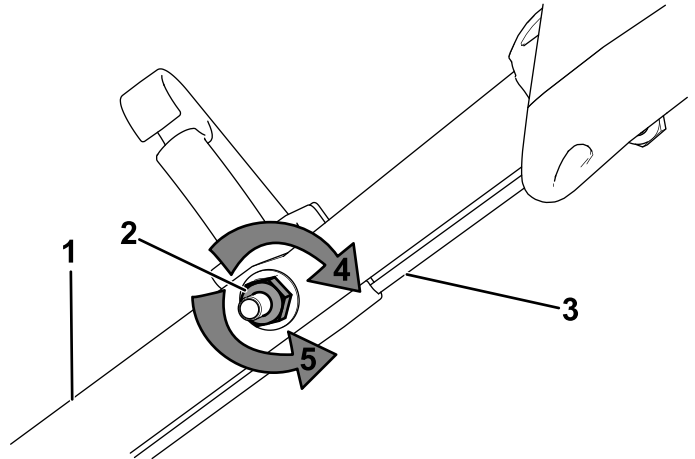

Bild 31
1. Drehen Sie die Einstellmutter nach links, um die Seileinstellung zu lösen (Bild 31).
2. Stellen Sie die Spannung des Seils (Bild 31) ein, indem Sie ihn zurückziehen oder nach vorne drücken und dann in dieser Stellung arretieren.